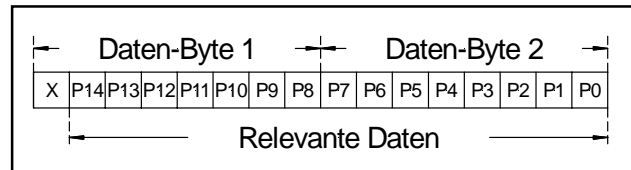
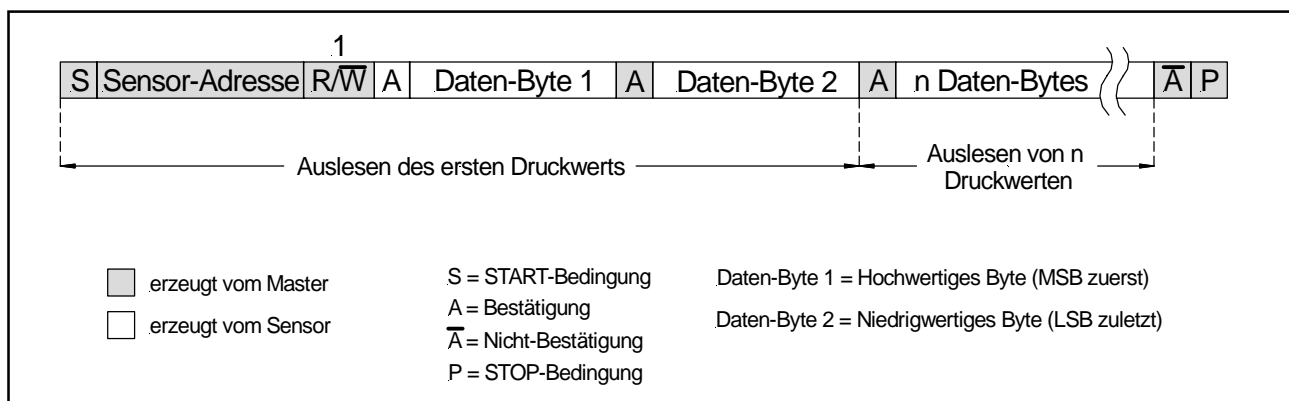

Bild 10: Druckwert als 15-Bit-Information
Bild 9: I²C-Bus-Auslesevorgang von digitalen Druckwerten
Um einen Auslesevorgang zu starten, sendet der Master nach der START-Bedingung die entsprechende Sensoradresse (entweder 0x1111000bin oder die kundenspezifisch festgelegte Adresse) gefolgt von einem Lesebefehl ($R/\overline{W}=1$) (siehe Bild 9). Nach der Bestätigung des Datenempfangs (A) durch den Sensor wird der Master zum Empfänger und der Drucksensor zum Sender. Der Sensor sendet nun 2 Daten-Bytes mit dem aktuell gemessenen Druckwert als 15-Bit-Information (siehe Bild 10). Der Master muss nach dem ersten Byte eine Bestätigung senden und kann den Auslesevorgang nach dem zweiten Byte durch eine STOP-Bedingung beenden. Er hat jedoch genauso die Möglichkeit, kontinuierlich weitere Druckwerte auszulesen. Hierzu muss der Master nach dem letzten übertragenen Byte eine weitere Bestätigung senden. Der Drucksensor fährt dann mit dem Senden aktueller Werte fort.